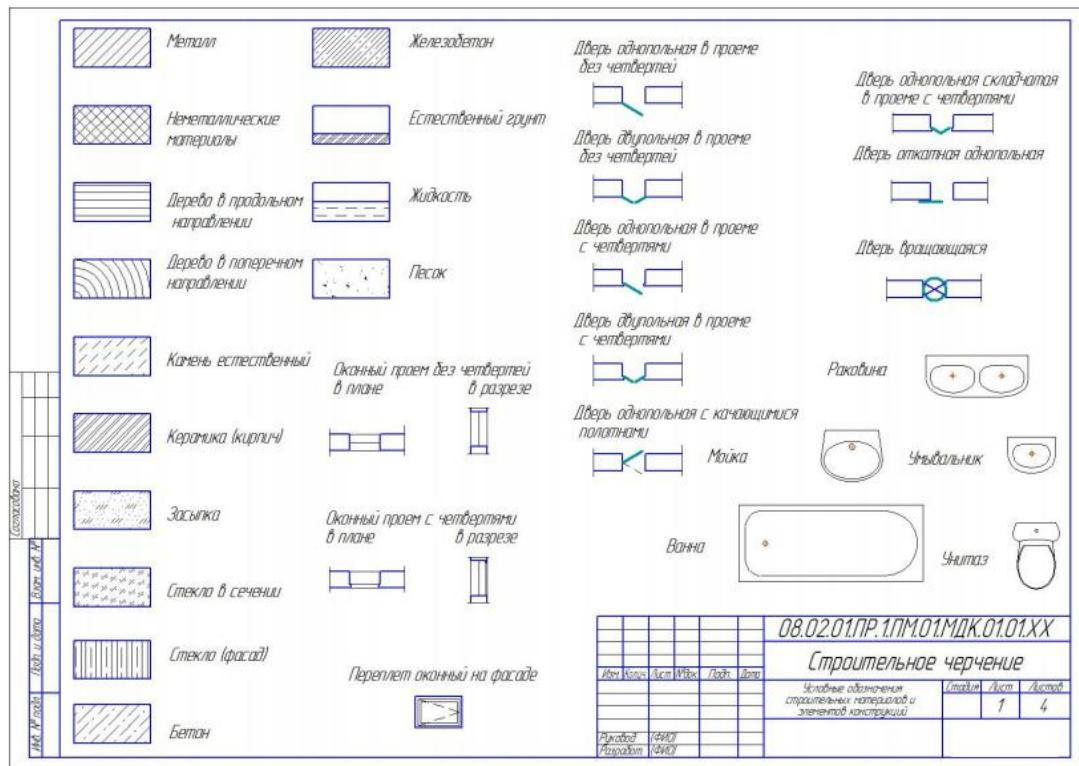

Рисунок 52 - Пример оформления графической работы
- Данную работу выполнить в табличной форме, рис.52;